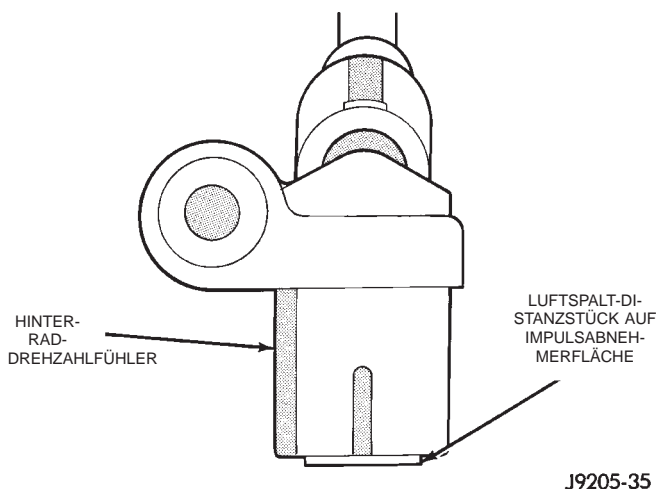

Abb. 11 Neuer Hinterrad-Drehzahlfühler
(6) Wenn ein **neuer** Fühler eingebaut wird, den Papp-Distanzstreifen auf der Impulsabnehmerfläche gegen den Impulsring drücken (Abb. 11). Dann die Fühlerbefestigungsschraube mit einem Anzugsmoment von 12-14 N·m (106-124 in. lbs.) festziehen. Der korrekte Luftspalt stellt sich ein, wenn sich der Impulsring dreht und das Distanzstück von der Impulsabnehmerfläche abschält.